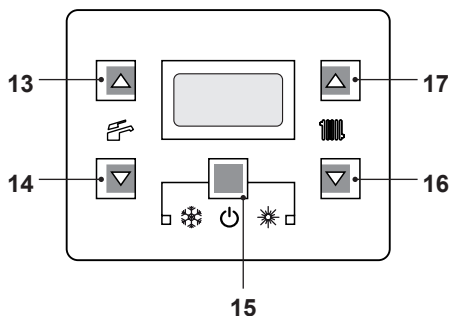
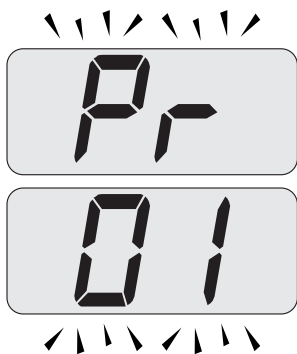

Figura 9.27
Figura 9.28
- Entrare in "modalità programmazione" premendo contemporaneamente per 10 secondi i tasti 15 - 16 - 17 (Figura 9.27) fino a far apparire sul display LCD le lettere **Pr** che si alternano con il codice **01** indicanti l'entrata nel "parametro 01" (Figura 9.28).
- Premere contemporaneamente i tasti 15 e 17 (Figura 9.27) fino a far apparire sul di-
- Premendo contemporaneamente i tasti 15 e 16 (Figura 9.27) si esce senza modificare il valore (ritorno alla lista parametri Figura 9.28)
- Premendo contemporaneamente per 10 secondi i tasti 15 - 16 - 17 (Figura 9.27) si esce dalla "modalità programmazione".